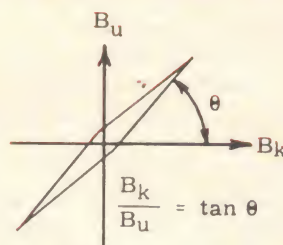

Fig. 10 - Un semplice compasso può essere utilizzato per misurare un campo magnetico ignoto ( $B_u$ ) con uno noto ( $B_k$ ).
**L**o strumento di misura magnetica più semplice è senza dubbio l'ago magnetico o «compasso magnetico» (in fig. 10). Questa tecnica di misura si basa su di un principio assai semplice, cioè il confronto della forza magnetica di un campo incognito con quella di un campo noto. La sola caratteristica richiesta per questo magnetometro è di non presentare torsione, proprio come un compasso ordinario.